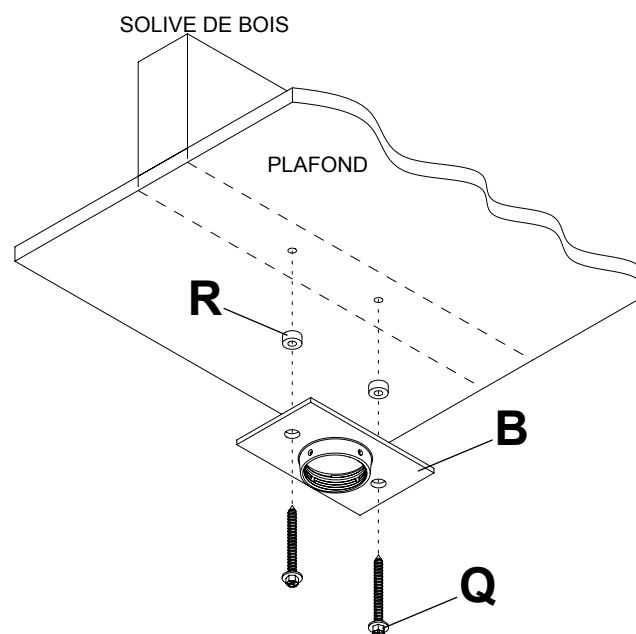

fig. 1.2
**REMARQUE :** Pour le dispositif d'organisation des câbles facultatif, installez deux entretoises (**R**) entre la plaque de plafond (**B**) et le plafond comme illustré à la figure 1.2.